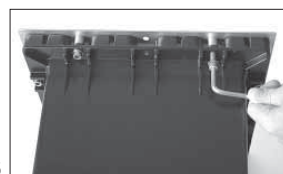

fig. 5
- dévisser le cadre (fig.5) et faire le changement de lampe en s'en tenant strictement au type et à la puissance indiquée sur l'étiquette. Lire attentivement les instructions de montage fournies par le fabricant de la lampe pour sa correcte utilisation.